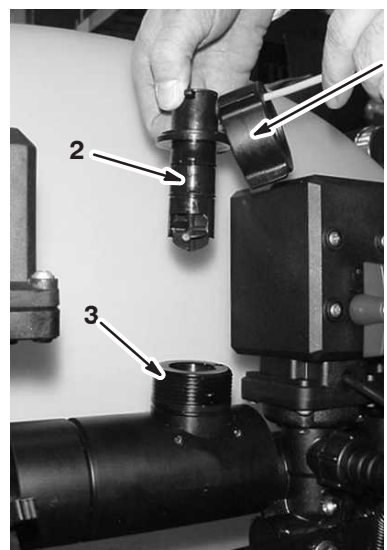

Figure 63
2. Retirez le capuchon de retenue du corps du débitmètre (Fig. 63).